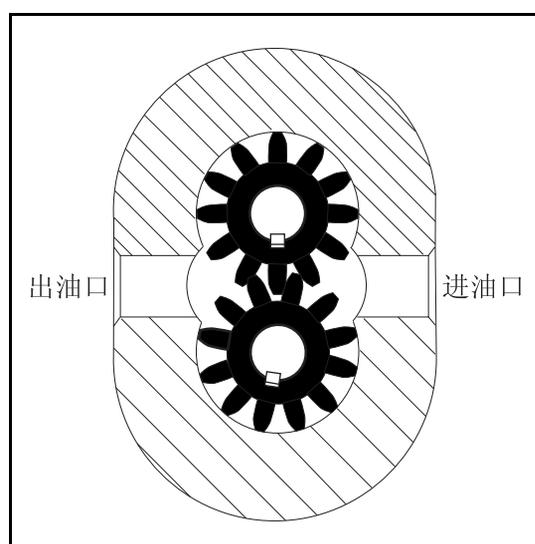

图 3-7(3) 马达原理图
- 如图 3-7(1) 马达结构图、图 3-7(2) 马达外形图所示，马达由后盖、密封套、齿轮轴、马达外壳、联接套、前盖、轴承、油封、压盖、输出轴等组成。